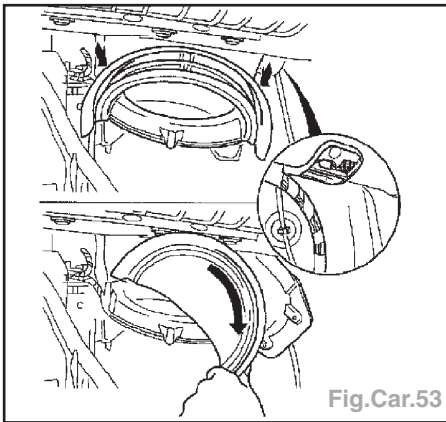

Fig.Car.53
- Déclipser le faisceau du capitonnage de tableau de bord de la traverse de direction, tirer légèrement le boîtier vers l'AV, l'extraire du dessous de la traverse en le dévissant et le retirer (Fig.Car.53).